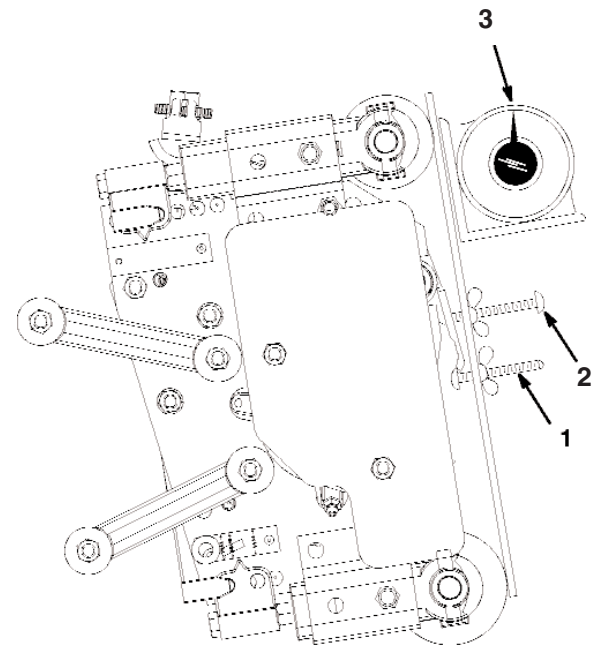

Bild 12
über die Schnittkante des Untermessers passen, während die Messlehre die Walzen berührt (Bild 12).
5. Legen Sie einen Winkelmesser auf die Messlehre und lesen den Winkel der Messlehre (Bild 12) ab.